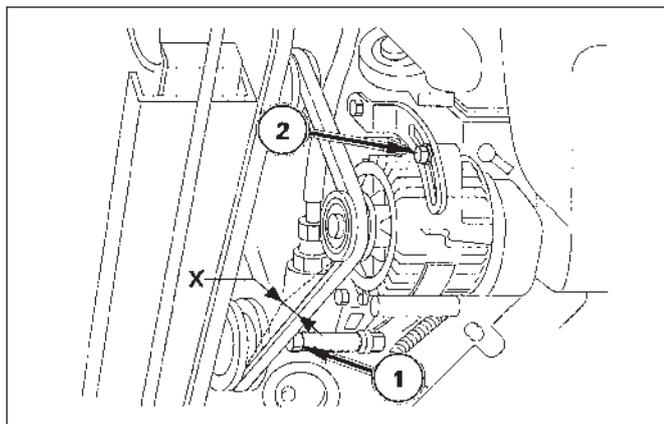

FIG. 6-22
**FIG. 6-22:** Pour régler la tension de la courroie, desserrez le boulon pivot de l'alternateur, 1, et le boulon de la patte de tension, 2. Tirez sur le haut de l'alternateur pour tendre correctement la courroie et serrez d'abord le boulon, 2, et puis le boulon pivot, 1.